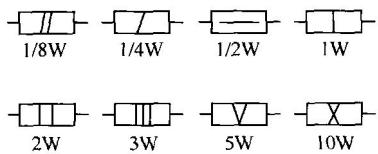

图 1-3
(1) 额定功率。在规定的环境温度和湿度下，假定周围空气不流通，在长期连续负载工作而不损坏或基本不改变其性能的前提下，电阻器上允许消耗的最大功率就是它的额定功率。为保证安全使用，一般额定功率应选择为比它在电路中消耗的实际功率高 1~2 倍。额定功率分 19 个等级，常用的有 0.05W、0.125W、0.25W、0.5W、1W、2W、3W、5W、7W 和 10W。在电路图中，非线绕电阻器额定功率的符号表示如图 1-3 所示。
(2) 标称阻值。产品上明确标示的阻值，其单位为  $\Omega$ 、 $k\Omega$  和  $M\Omega$ 。
(3) 允许误差。电阻器和电位器的实际阻值对于标称阻值的最大允许偏差范围，它表示产品的精度。每一个电阻都会有误差，这取决于电阻器生产厂家的技术指标。在精密电子仪器中，需要考虑其误差大小，而在显示器电路中则不用。